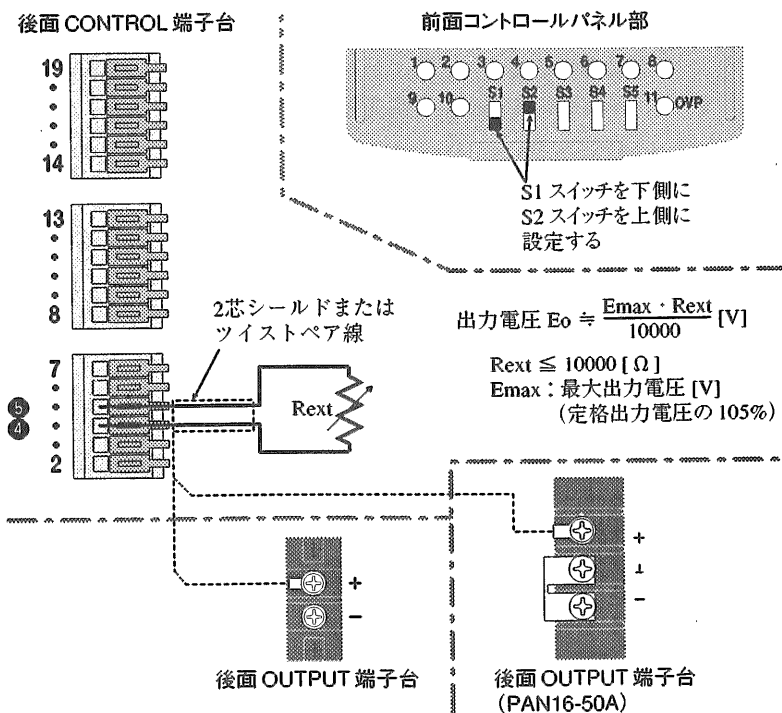

図 3-6 外部抵抗による出力電圧コントロールの接続と設定
- ① OUTPUT スイッチを OFF にします。
- ② POWER スイッチを OFF にします。
- ③ コントロールスイッチ S1 と S2 を図 3-6 のように設定します。
- ④ コントロール端子の①と②間に外部抵抗を図3-6のように接続します。